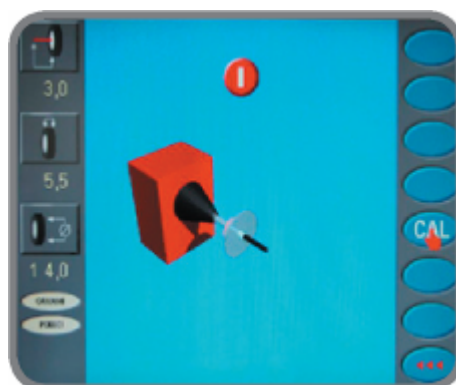

Рис. 20 Калибровка: фаза 0
- На клавишной панели выбрать кнопку (4). Отобразится страница калибровки, как на рис. 20.